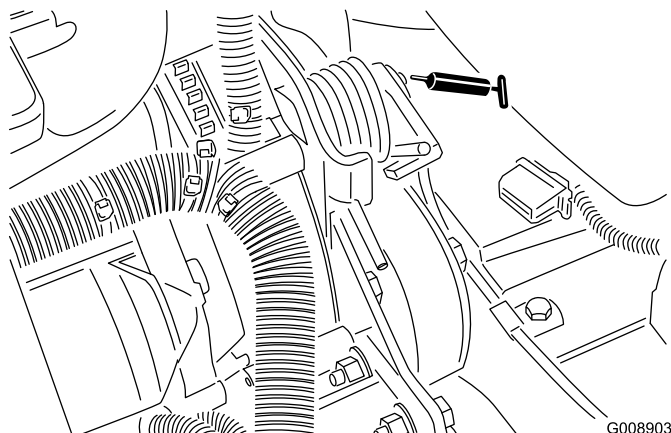

Figura 56
- Articulação da tensão da correia (Figura 56)